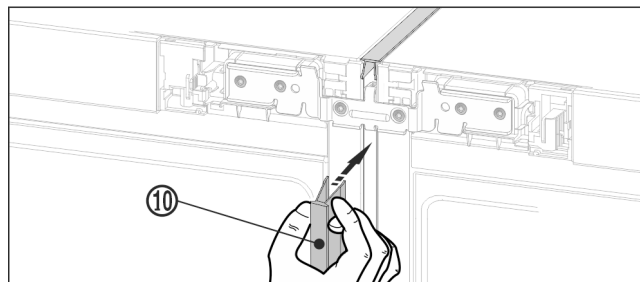

Fig. 21
- ▶ От предната страна притиснете дългата покривна лайсна Fig. 21 (10) във вертикалния процеп. Обърнете внимание на това, лайсната да легне върху свързващата ламарина.